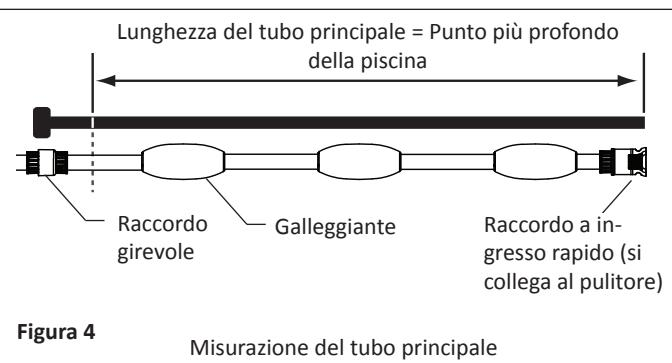

Figura 4
- Se la profondità della piscina è inferiore a 10 piedi [3 metri], scollare il tubo principale flessibile color grigio chiaro, contrassegnato come sezione uno, dalla valvola di retromarcia. Tagliare il tubo principale, in modo che la sua lunghezza rispetto alla valvola di retromarcia corrisponda alla profondità massima della piscina. Vedere **Figura 4**.